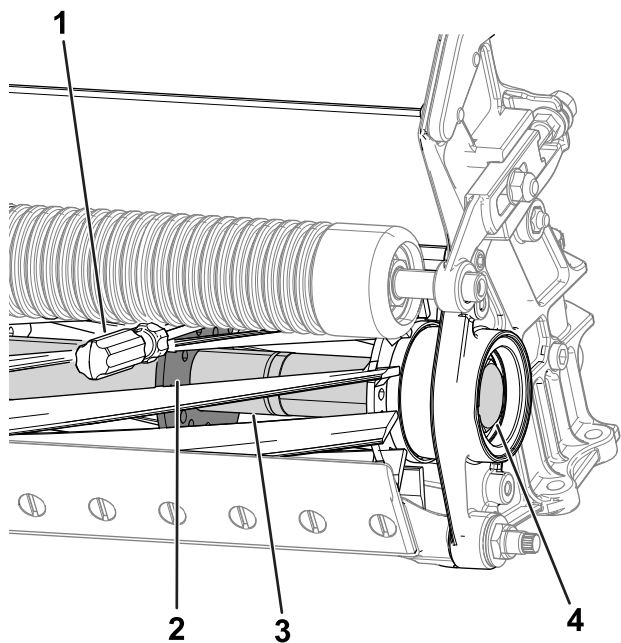

图 27
2. 将一根长柄撬棍建议尺寸为 0.95cm x 30.48cm 带螺丝刀柄插入滚刀组底部最靠近需要扭转的滚刀组一侧图 27。
3. 将撬棍靠着滚刀支撑板的焊接侧图 27。